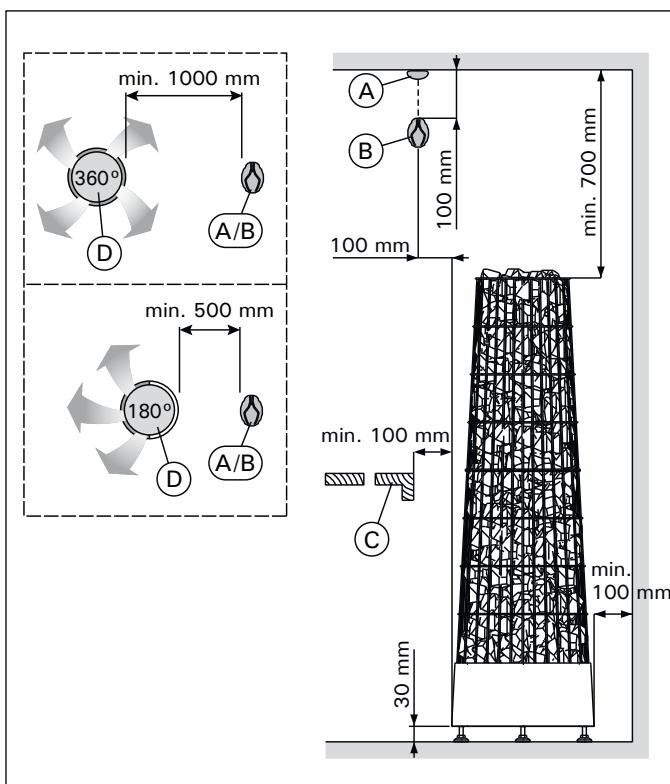
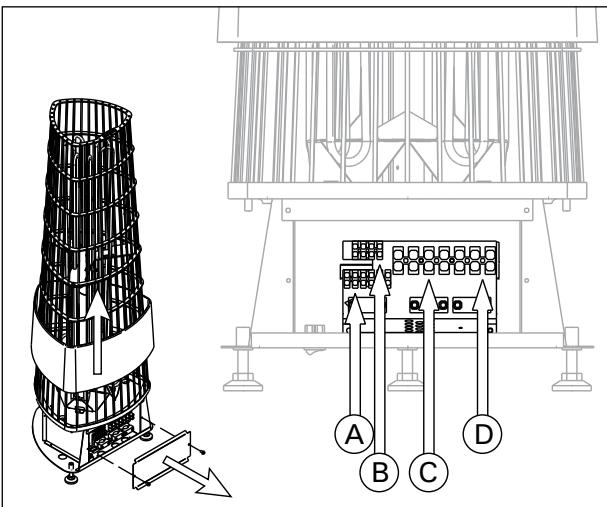

Рисунок 5. Расположение и безопасные расстояния
Рисунок 8. Разъемы нагревателя
Минимальное безопасное расстояние показано на рис. 5. При установке каменки обязательно соблюдение указанных значений. Несоблюдение указанных значений влечет за собой риск возгорания.
Элементы, представленные на рис. 5:
Разъемы нагревателя (рис. 8):
Установите датчик на стену сауны, как показано на рис. 5. Вставьте кабель датчика в разъем нагревателя по принципу цветового соответствия (рис. 8: В).
Внимание! Не устанавливайте датчик на расстоянии менее 1000 мм от ненаправленного вентилятора или на расстоянии менее 500 мм от вентилятора, действующего в направлении от датчика. См. рис. 5. Поток воздуха вблизи датчика охлаждает датчик и приводит к неточности показаний устройства управления. В результате возможен перегрев каменки.
4. Вставьте свободный конец кабель управления в разъем нагревателя по принципу цветового соответствия (рис. 8: А).